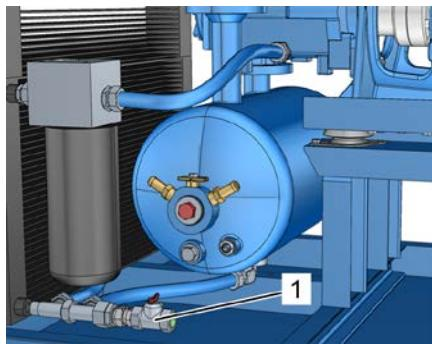

Рис. 37: Отверстие для слива охлаждающей жидкости
5. Осторожно откройте отверстие для слива охлаждающей жидкости (Рис. 37/1) и проверьте вытекающую жидкость.
7. Закройте отверстие для слива охлаждающей жидкости (Рис. 37/1) «Приложение В «Моменты затяжки винтов» на странице 126.